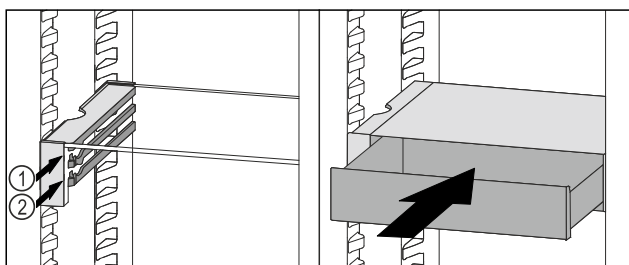

Fig. 105
- ▶ Nasadte zásuvku VarioSafe za zářky na požadovaném žebře Fig. 105 (1) nebo Fig. 105 (2).